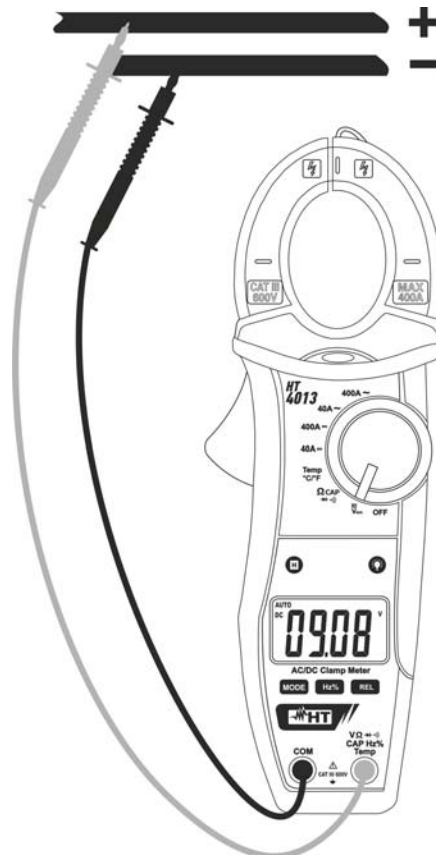

Abb. 3: Verwendung der Zange für Gleichspannungsmessung
3. Stellen Sie die Messleitungen in die gewünschten Punkte des zu messenden Kreises (siehe Abb. 3). Der Spannungswert erscheint auf dem Display.
5. Das Symbol "-" auf dem Display des Gerätes gibt an, dass die Spannung die umgekehrte Richtung mit Bezug auf die Verbindung in Abb. 3